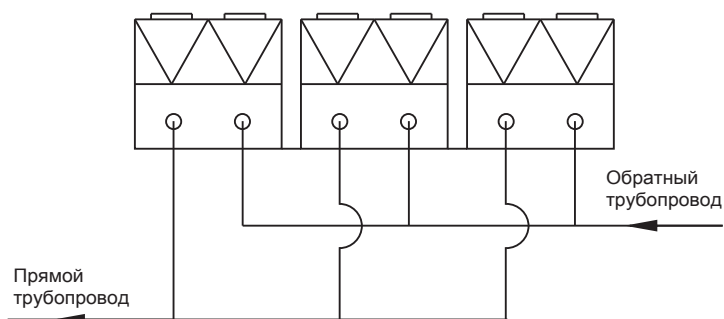

Рис. 6.8. Подключение чиллеров к трубопроводу хладагента
16. При работе нескольких чиллеров параллельно в одной системе холодоснабжения подключение чиллеров к трубопроводам прямой и обратной воды рекомендуется проводить согласно рис. 6.8 для обеспечения равномерной подачи хладагента в каждый из чиллеров.